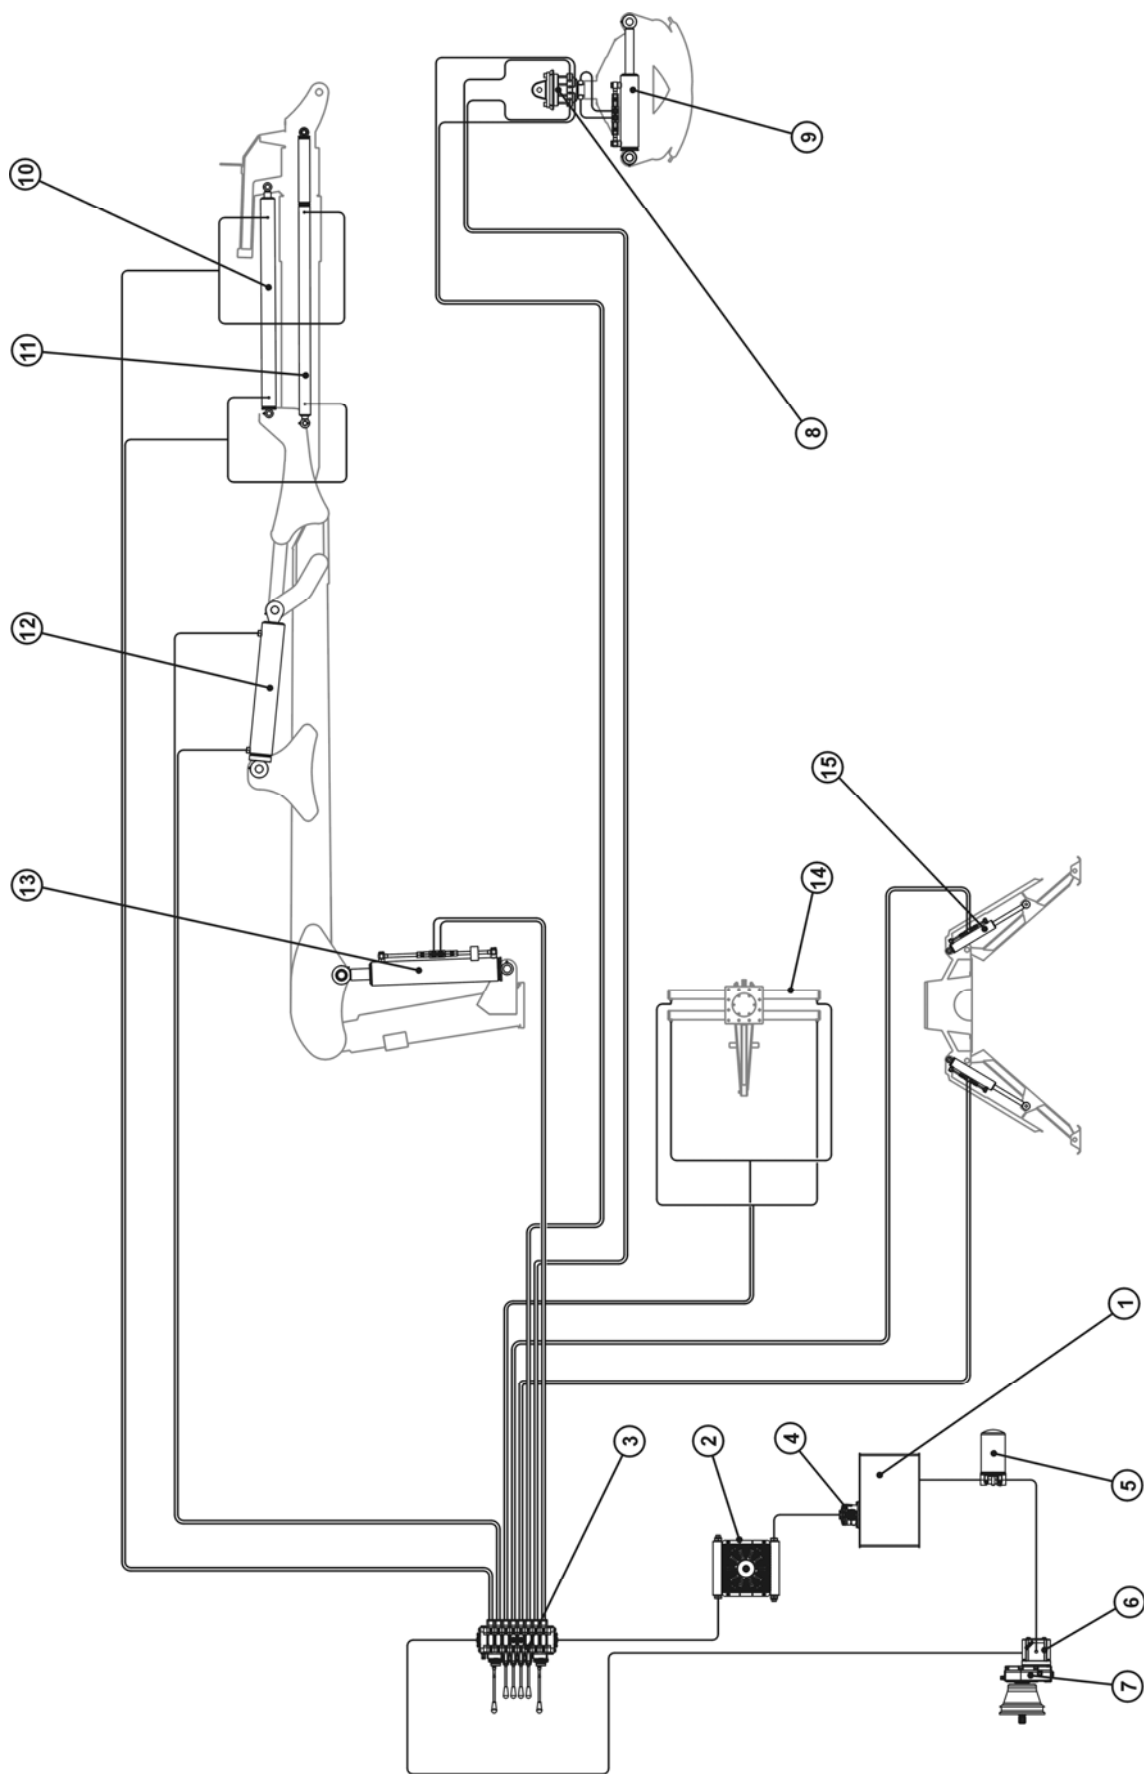

РИСУНОК 15. ЦЕНТРАЛЬНАЯ ГИДРАВЛИЧЕСКАЯ СИСТЕМА
Гидравлическая установка прицепа состоит из восьми независимых гидравлических систем, управляемых отдельными узлами машины. Насос гидравлического масла (6) засасывает масло из масляного бака (1) через фильтр тщательной очистки (5). Масляный насос питается от трактора с помощью телескопного шарнирного вала и передачи. Для управления работой отдельных цепей предназначена гидравлическая делительная воронка (3) (рисунок 15).